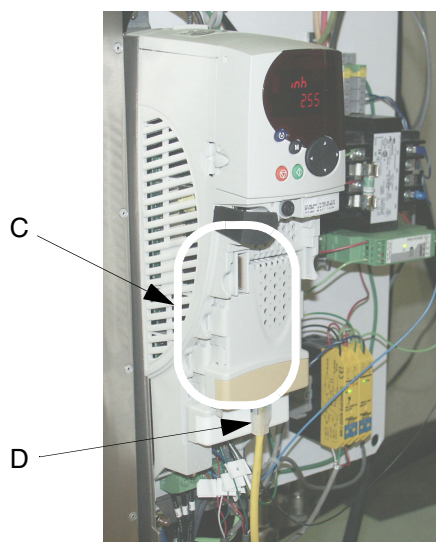

FIG. 17
Usare un cavo Ethernet CAT 5 (D) per collegare il modulo Ethernet del VFD (C) al PC. Vedere FIG. 17.